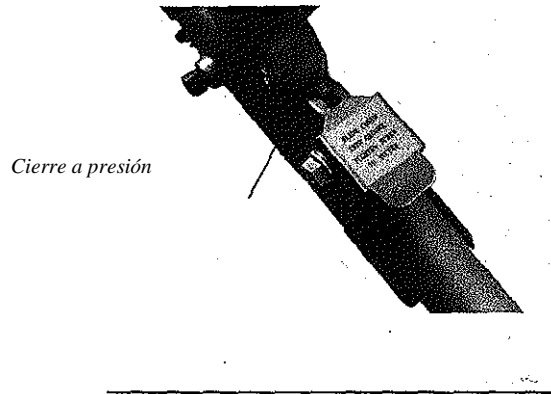

Imagen 14
- 2 – Suelte el cierre para liberar el cierre del acoplador. Ver imagen 14.